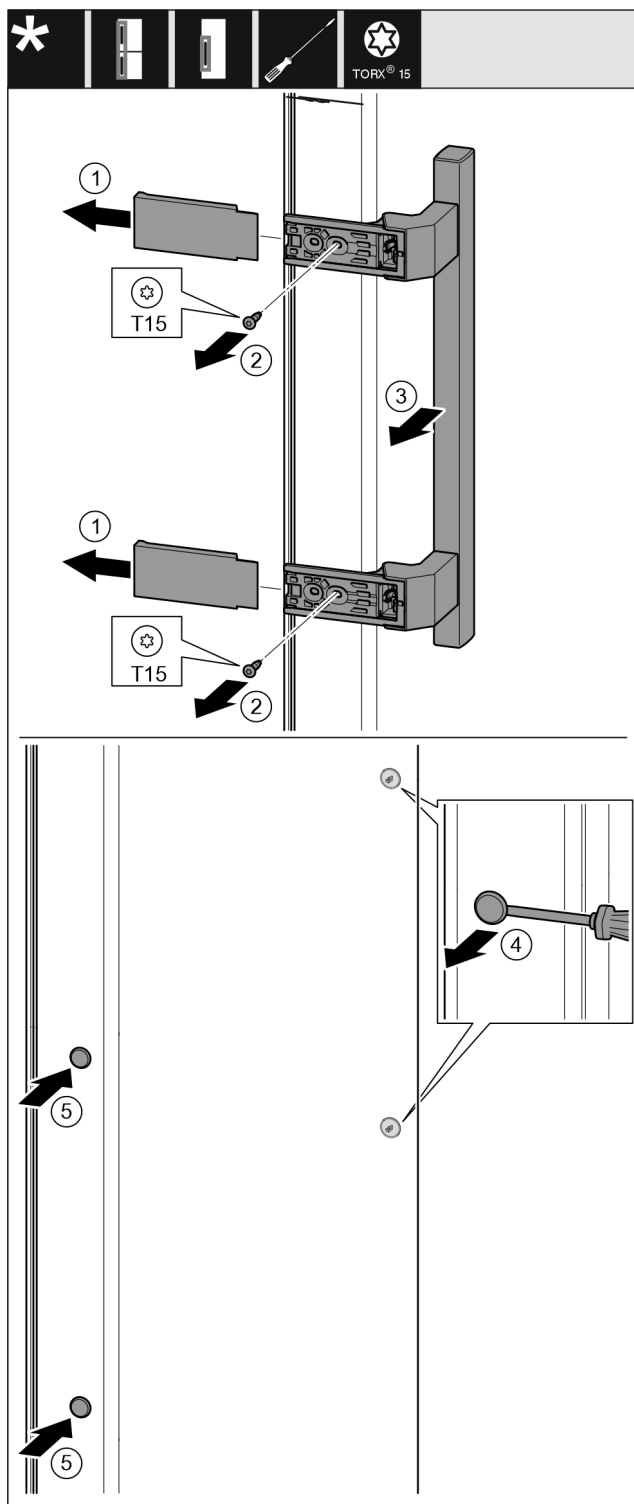

Fig. 39
- ▶ Noņemiet pārsegu. Fig. 39 (1)
- ▶ Izskrūvējiet skrūves ar skrūvgriezi T15. Fig. 39 (2)
- ▶ Noņemiet rokturi. Fig. 39 (3)
- ▶ Paceliet uzmanīgi ar plakano skrūvgriezi un izvelciet ārā sānu aizbāzni. Fig. 39 (4)
- ▶ Ievietojiet atpakaļ aizbāzni otrajā pusē. Fig. 39 (5)